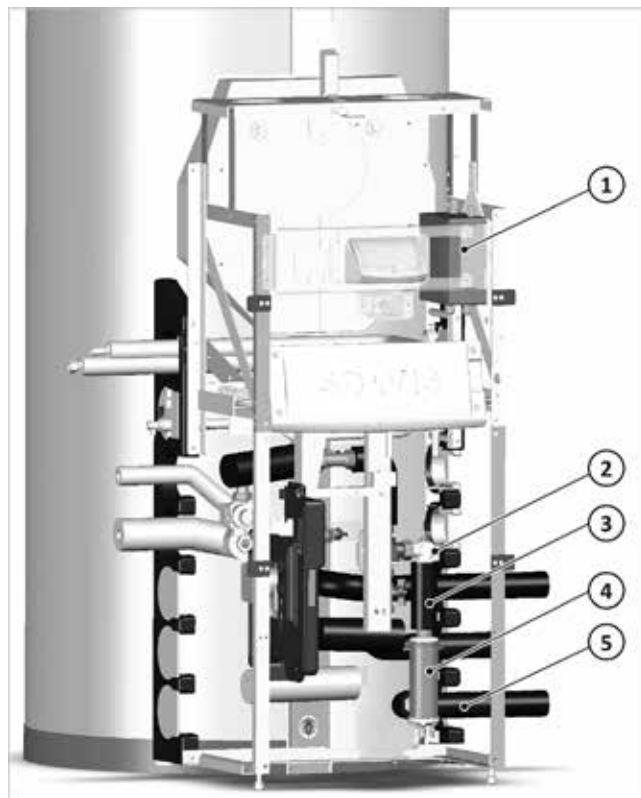

Fig. 9 : position des composants dans le module de charge
→ La fig. 9 présente la position du boîtier de raccordement et de la cartouche chauffante dans le module de charge. Les tuyaux de raccordement de l'aller de la pompe
1. Visser le boîtier de raccordement fourni en haut du module de charge, cf. → fig. 9 (1).